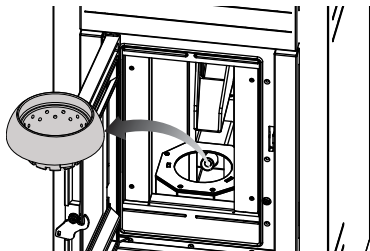

Fig. 8.2.2
- 1) estrarre il braciere (Fig. 8.2.2);
- 1) sacar el brasero (Fig. 8.2.2);
- 1) pull the hearth out (Fig. 8.2.2);